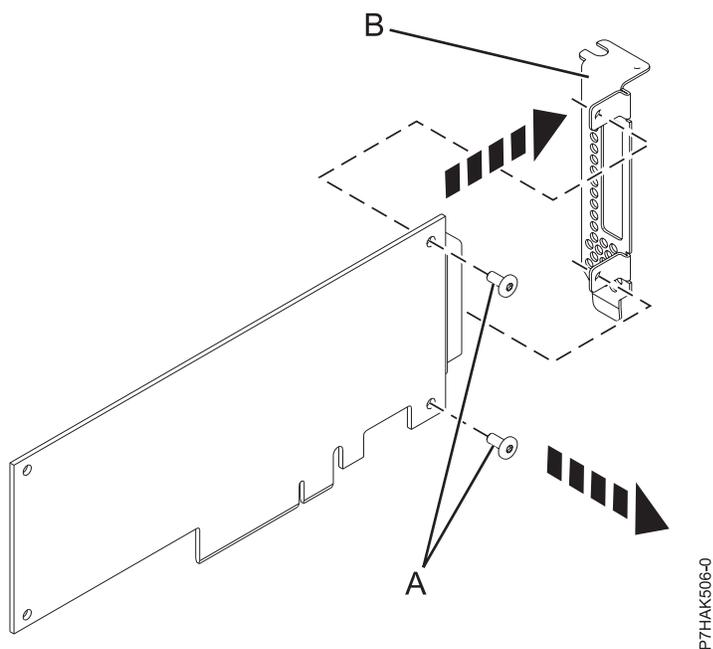

Figura 49. Remover o contraponto de baixo perfil de um adaptador PCIe
2. Com uma chave de fendas Phillips, desaperte os dois parafusos (A) que ligam o contraponto (B) ao adaptador PCIe, como demonstrado em Figura 49.